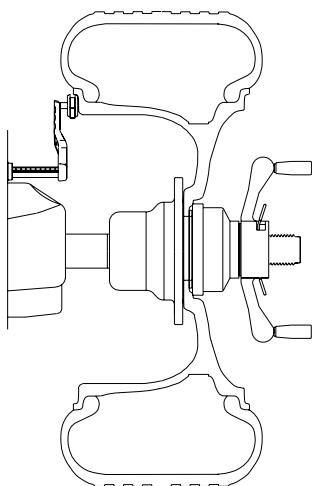

Figure 19
- Déplacer le bras de déport de la jante au bord de la jante, toucher le pointeur sur le bord de la jante comme cela est illustré à la figure 19 et maintenir pressé pendant au moins une seconde. L'avertisseur sonore retentira quand les valeurs de la distance et du diamètre sont calculées et entrées. Faire revenir complètement le bras dans sa position initiale inférieure sur l'équilibreuse. Ne pas laisser le bras de mesure « balancer » devant l'équilibreuse..